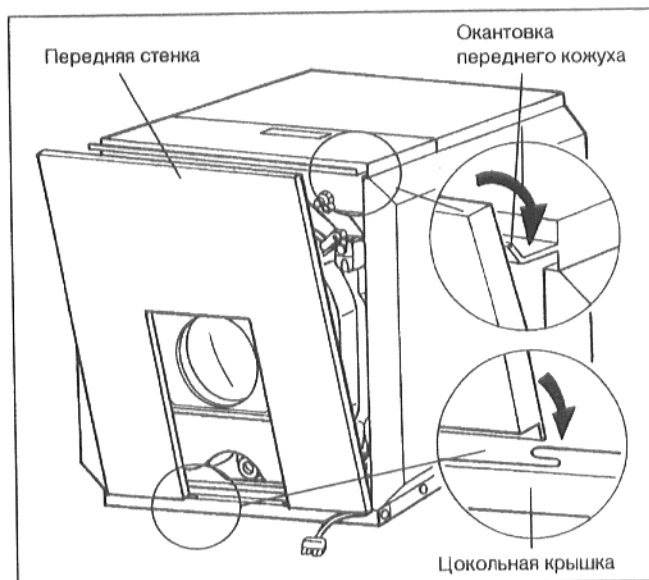

рис. 36
- Установить переднюю стенку в середине в цокольную крышку, а сверху в окантовку переднего кожуха (рис. 36).